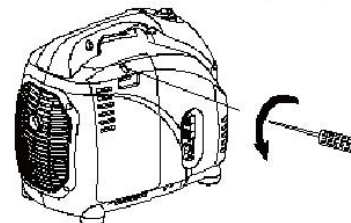

Рис.8 Замена масла
8.6.3. Повернуть винт по часовой стрелке и снять крышку, см.рис.8